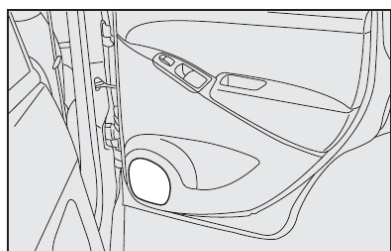

fig. 114
- alto-falantes na porta traseira **fig. 114,**